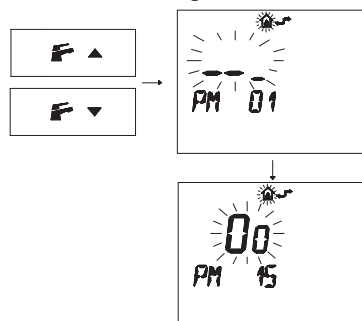

Figura 5.20
- Premere i pulsanti  o  per visualizzare la programmazione "PM15" abilitazione della sonda esterna (Figura 5.20).